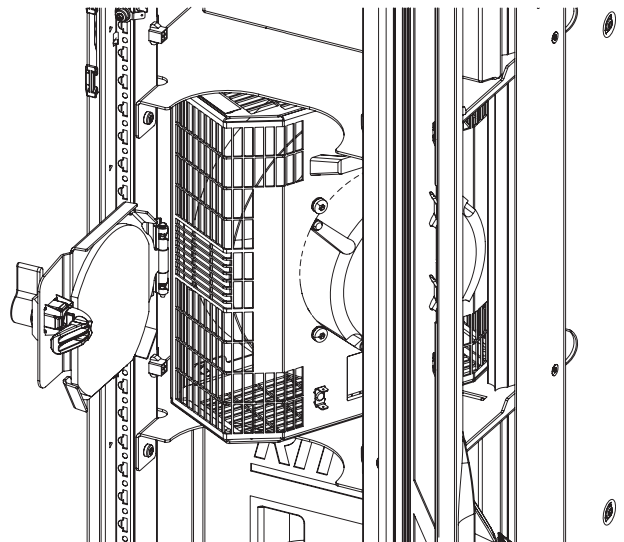

Imagen 53: Módulo de ventiladores girado
- Gira el módulo de ventiladores 90° en el sentido contrario a las agujas del reloj (imagen 53).